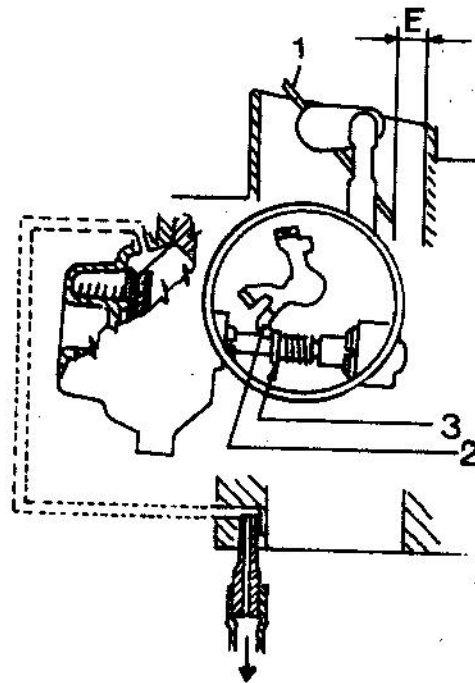

Fig. 8
- b) Vérification du dénoyage pneumatique maximum (fig.8)
- Maintenir légèrement au contact l'appendice (2) et le plan d'entraînement de la douille (3) de la tige du dispositif de dénoyage
- Vérifier que l'ouverture des volets de départ (1) correspondent à la cote "E". Cette cote est indiquée sur la fiche de réglage du carburateur en question.